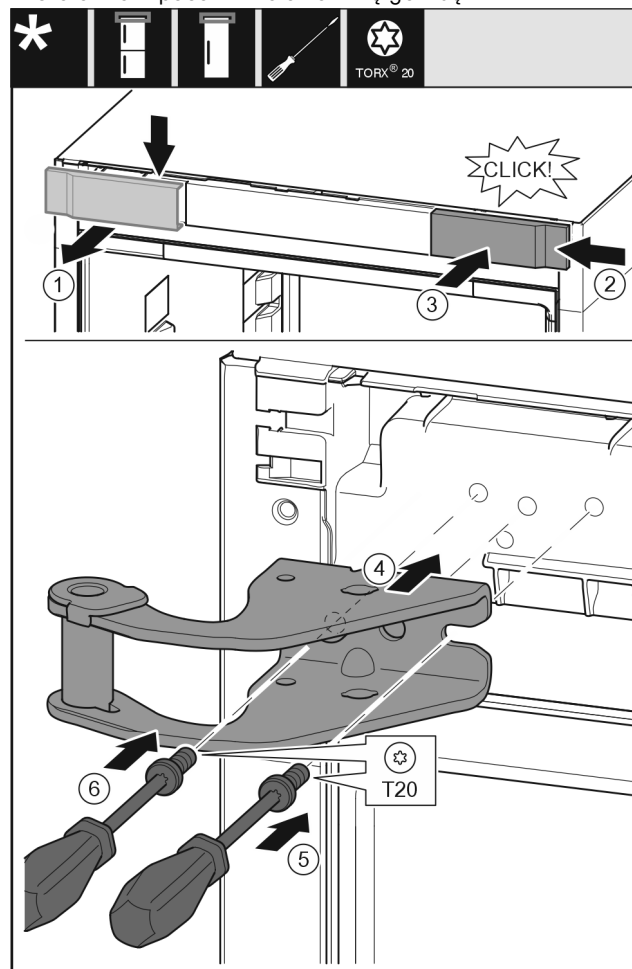

Fig. 11
- ▶ Nuimkite dengiamąją plokštelę iš viršaus į priekį. Fig. 11 (1)
- ▶ Dengiamąją plokštelę, pasukę 180°, užkabinkite kitoje pusėje iš dešinės. Fig. 11 (2)
- ▶ Užfiksuokite dengiamąją plokštelę. Fig. 11 (3)
- ▶ Uždėkite viršutinę atraminę gembę. Fig. 11 (4)
- ▶ Įkiškite varžtą atsuktuvu T20 ir tvirtai prisukite. Fig. 11 (5)
- ▶ Įstatykite varžtą atsuktuvu T20 ir tvirtai prisukite. Fig. 11 (6)